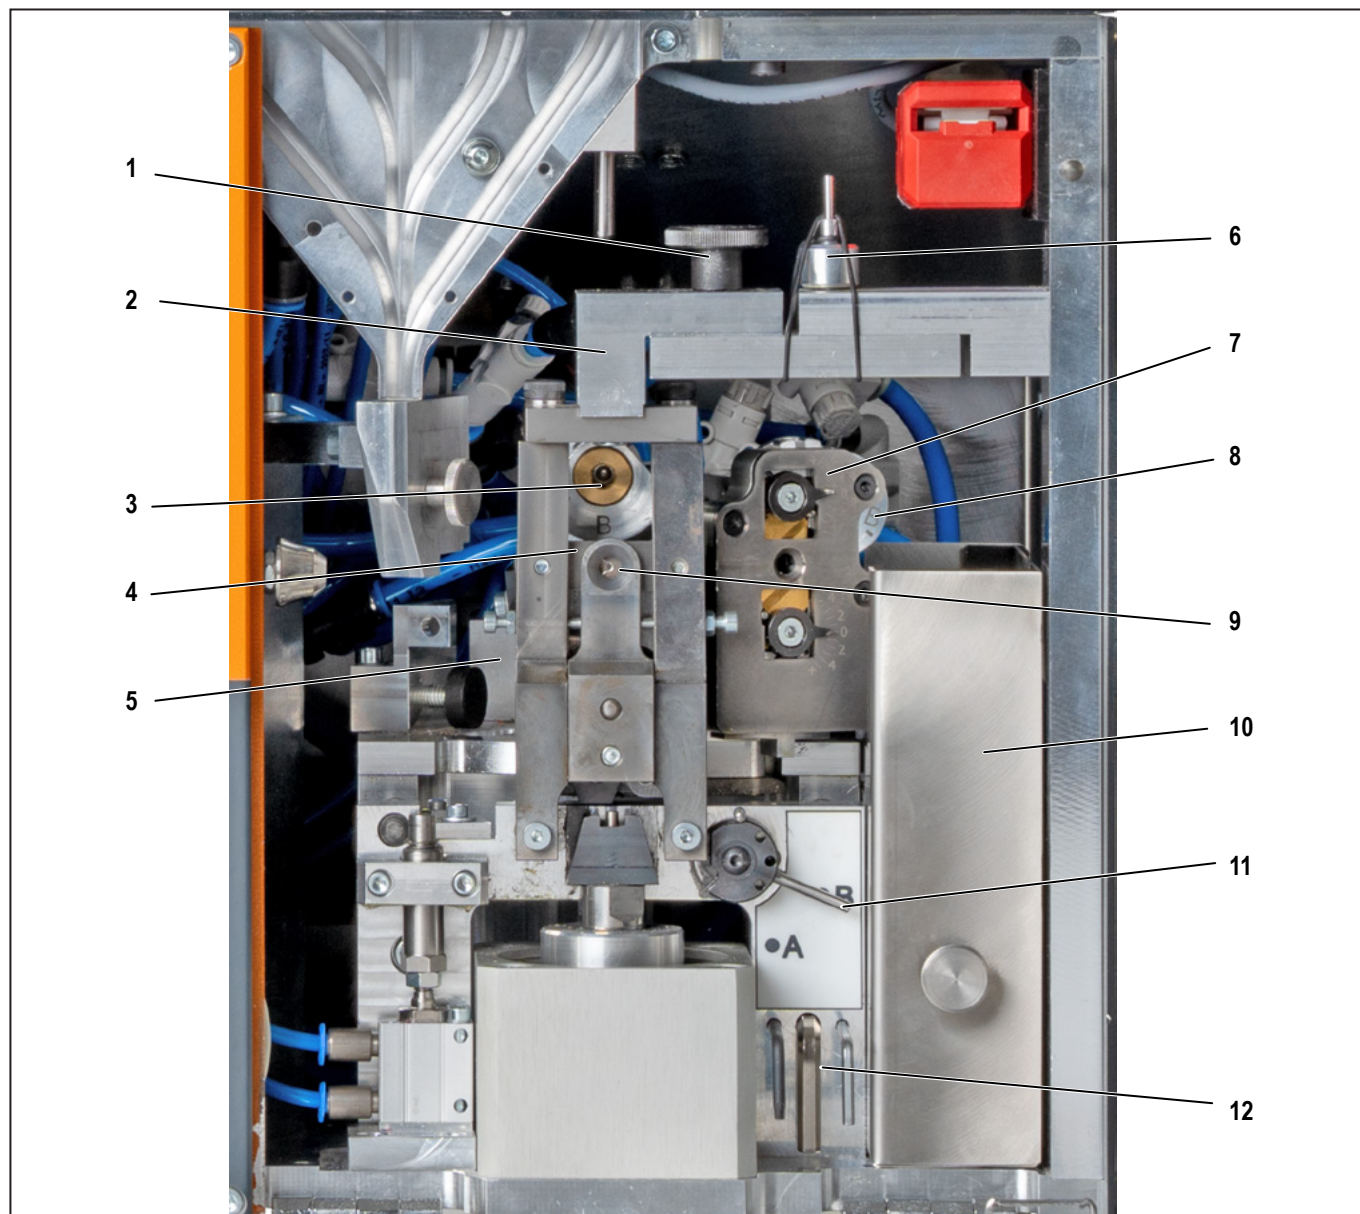

Figura 3.3 Vista interna
- Posizionare il perno di fissaggio con il diametro minore nell'apertura inferiore dell'unità di trasporto. Il perno di fissaggio può essere trovato all'interno della macchina (vedi figura 3.3, 6).